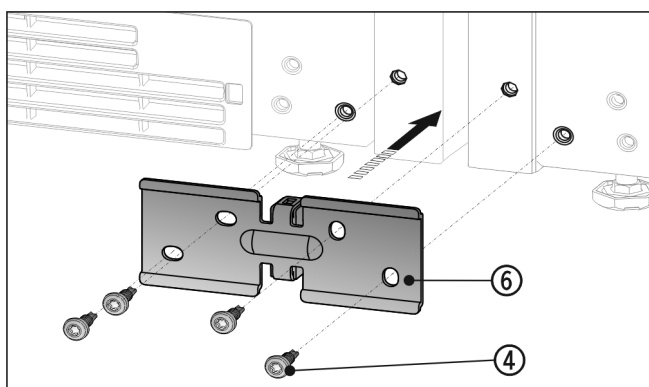

Fig. 15
- ▶ Надвиньте угол Fig. 15 (6) с помощью распорной детали между устройствами и слегка прикрутите 4 винтами Fig. 15 (4).